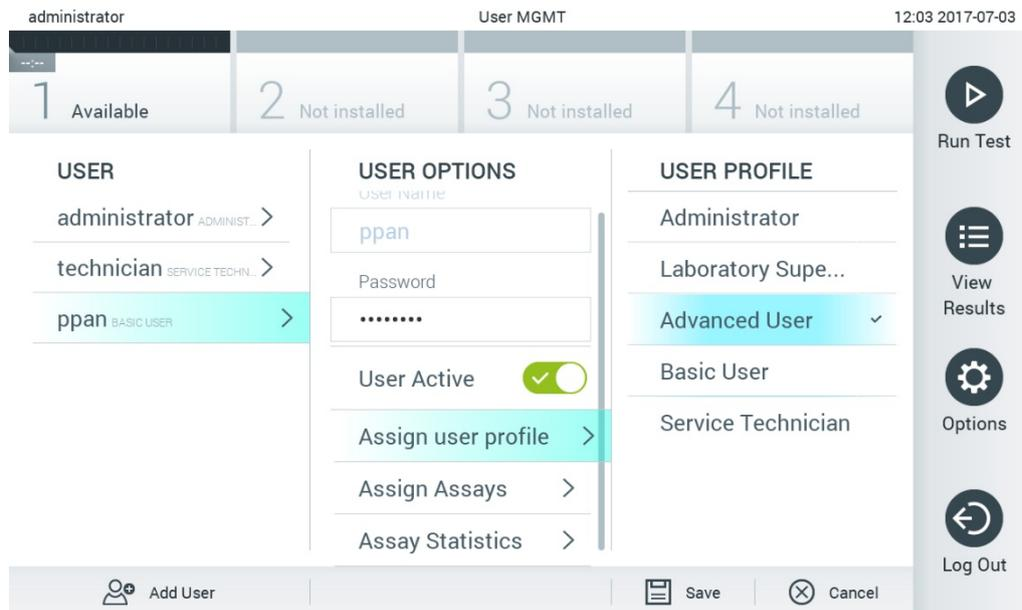

Figura 54. Asignación de perfiles de usuario a usuarios.
- Assign User Profile (Asignar perfil de usuario): permite asignar un perfil de usuario distinto para dicho usuario (p. ej., Administrator [Administrador], Laboratory Supervisor [Supervisor de laboratorio], Advanced User [Usuario avanzado] y Basic User [Usuario básico]). Seleccione el perfil de usuario adecuado de la lista a la derecha de la zona de contenido (figura 54).